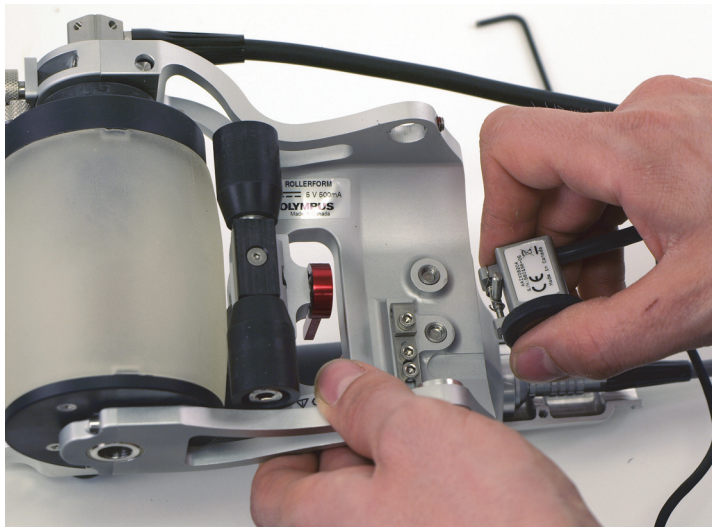

図 6-37 ミニホイールエンコーダーの取り外し
5. ミニホイールエンコーダーを取り外します（117 ページの図 6-37）。